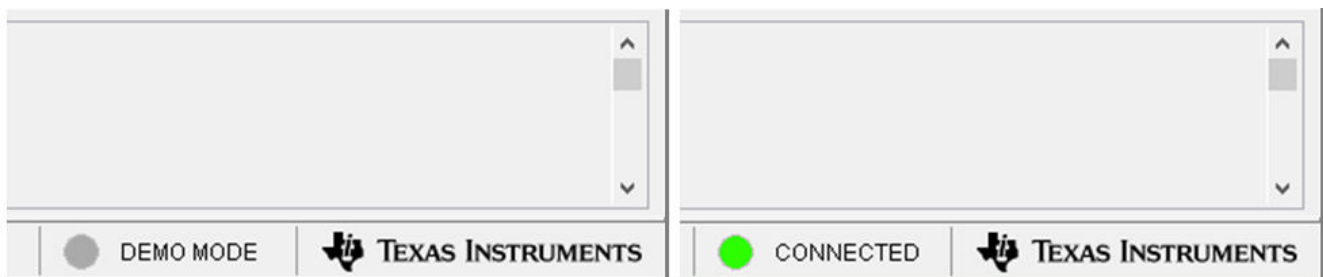
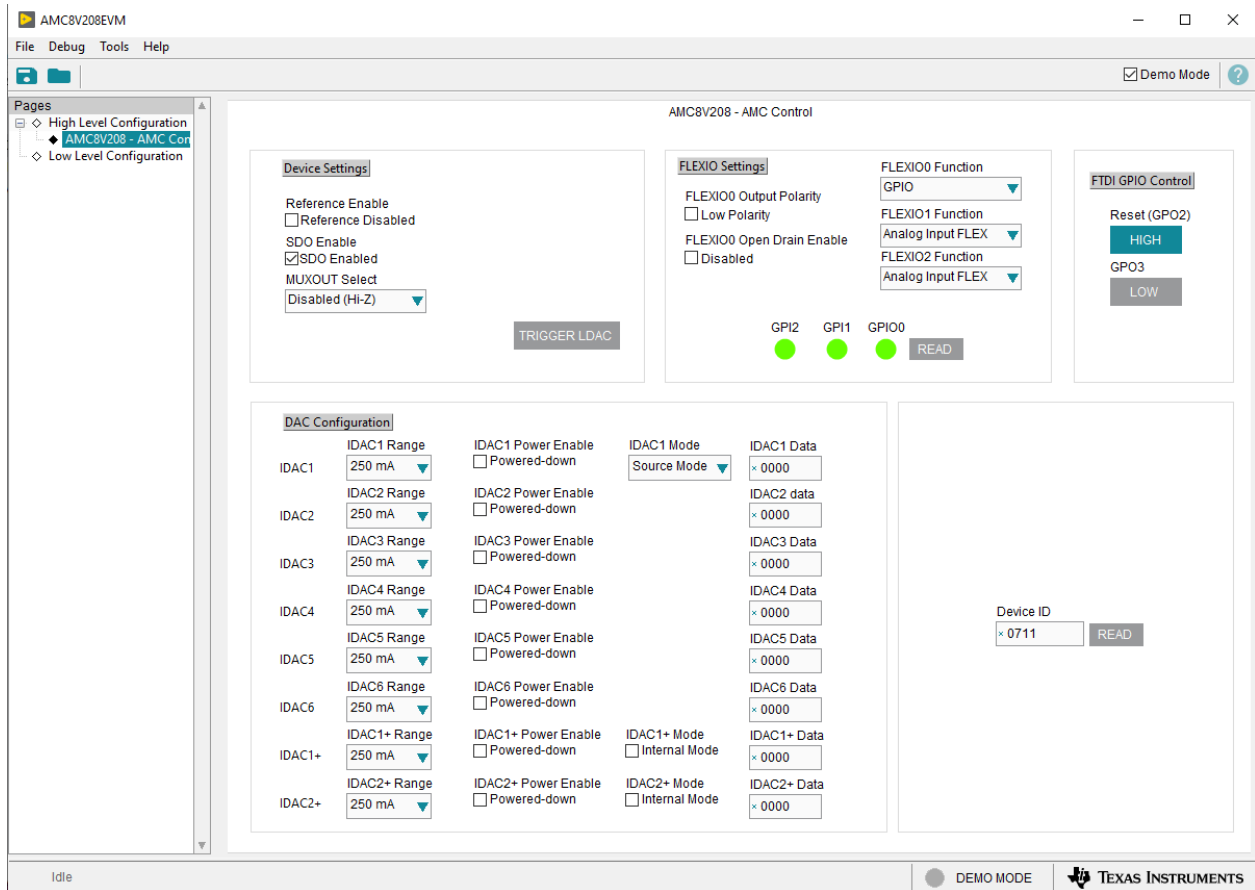

图 3-1. AMC8V208EVM GUI 连接检测
图 3-3. 顶层配置页面
如图 3-1 所示，如果正确连接了板载控制器，则屏幕底部的状态栏会显示 **CONNECTED**。如果状态栏显示 **DEMO**，则取消选中右上角的 **Demo Mode** 复选框，如图 3-3 所示。如果控制器连接不正确或根本没有连接，则状态栏会显示 **DEMO**。如果 EVM 已连接，但 GUI 未显示 **CONNECTED** 状态，并且未选中 **Demo Mode** 复选框，请拔下并重新连接 EVM，然后重新启动 GUI 软件。
*High Level Configuration* 页面可用于快速配置相应 AMC8V208 器件的参数和相关寄存器设置，如图 3-3 所示。*High Level Configuration* 页面包含 *AMC Control* 子页面。*AMC Control* 子页面用于设置 IDAC 的范围和输出。警报和状态信息也会显示在此选项卡上。